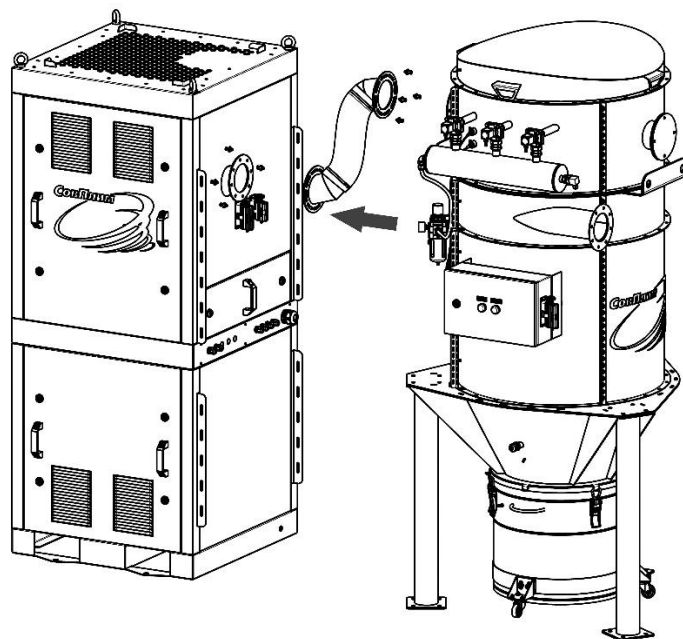

Рисунок 12
5.4.2 Приставить к вакуумному блоку фильтровальный в соответствии с монтажной разметкой (рисунок 12). Соединить входное отверстие вакуумного блока и выходное отверстие фильтровального блока при помощи гибкого шланга с патрубками в сборе, которые входят в комплект поставки фильтровального блока FXXR. При необходимости гибкий шланг разрешается укоротить. Закрепить фланцы патрубков болтами из комплекта, контролировать затяжку.